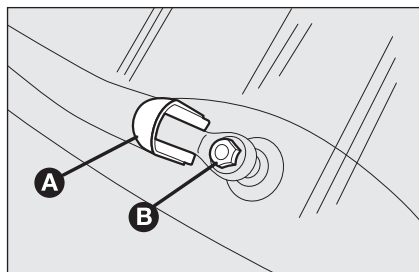

fig. 17
- ☐ levante la protección **A-fig. 17** y desmonte el brazo del coche, aflojando la tuerca **B** que lo fija al perno de rotación;